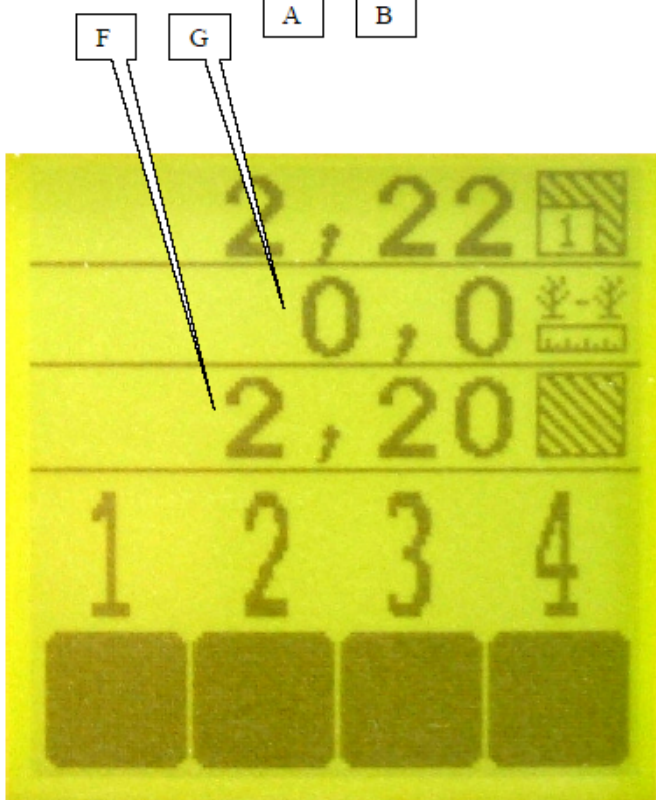

Fig. 2
w celu przesunięcia i w ten sposób uzyskania możliwości ujżenia pozostałych, ukrytych linii. (Fig. 2).
- F: licznik powierzchni całkowitej (Fig. 2).